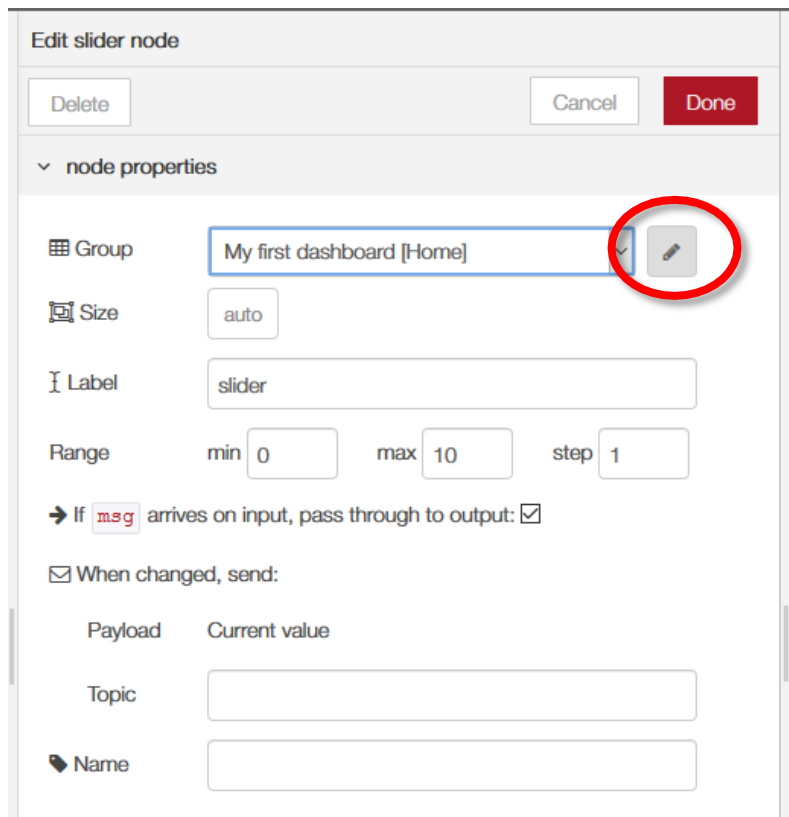

Abb. 12 - Neue ui_group hinzufügen
- Doppelklicken Sie auf den Slider-Node und konfigurieren Sie einen neuen Gruppennamen. Sie müssen auf das Symbol "Add new UI_group" im Feld Group klicken und dann auf die Schaltfläche Edit (Abb. 12).